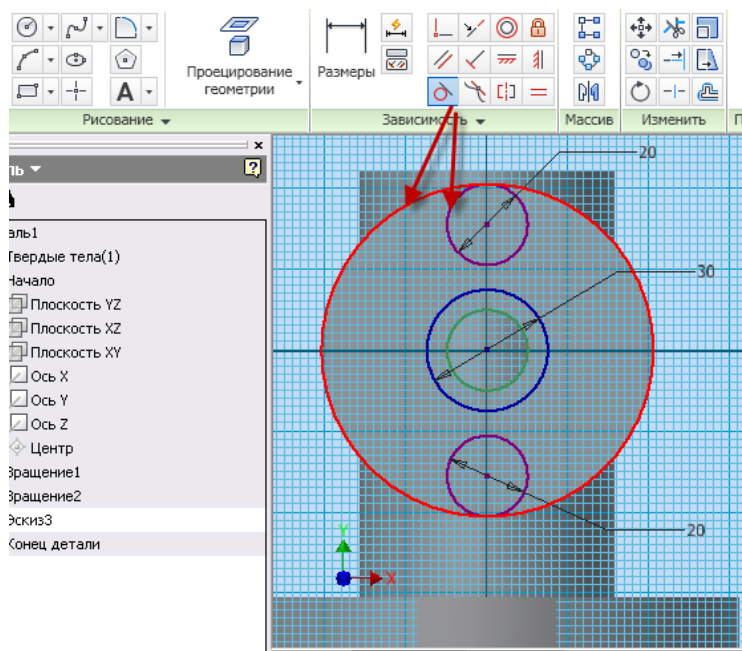

Рис. 3.34. Создание торцевой поверхности элемента
- Выберите инструмент  **Окружность центр**, создайте окружности (одну в центре – 30 мм, и две по 20 мм) в соответствии с рис. 3.34.
- Выберите инструмент зависимости  **Касательно** и укажите поочередно на большую окружность торца и на окружность диаметром 20 мм см. рис.3.34.